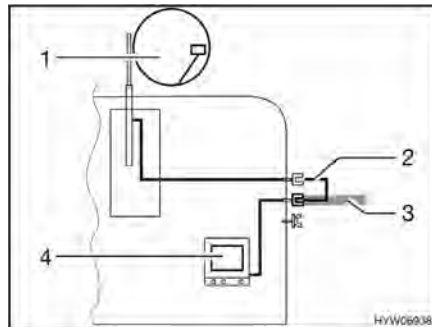

Bild 119 TV i fordonet
- TV i fordonet (Bild 119,4): Anslutning till takantenn (Bild 119,1) med anslutningskabel (Bild 119,2)
- TV i fordonet (Bild 119,4): Anslutning till extern antenn (Bild 119,3)